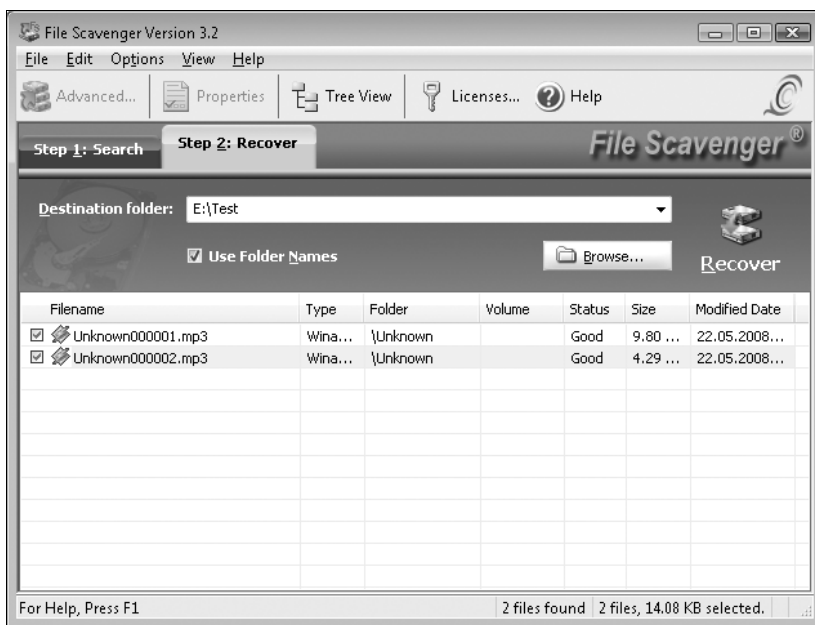

Рис. 8.6. Вкладка **Step 2: Recover** (Шаг 2: Восстановить)
10. Нажмите кнопку **Search** (Искать). Откроется диалоговое окно **Determining the Boot Sector** (Указание загрузочного сектора), в котором можно указать номер загрузочного сектора. С этого сектора начнется поиск, и если неизвестен реальный номер, оставьте значение по умолчанию (0). Нажмите кнопку **OK**.
14. Перейдите на вкладку **Step 2: Recover** (Шаг 2: Восстановить), показанную на рис. 8.6. Укажите в поле **Destination folder** (Папка назначения) каталог, в кото-